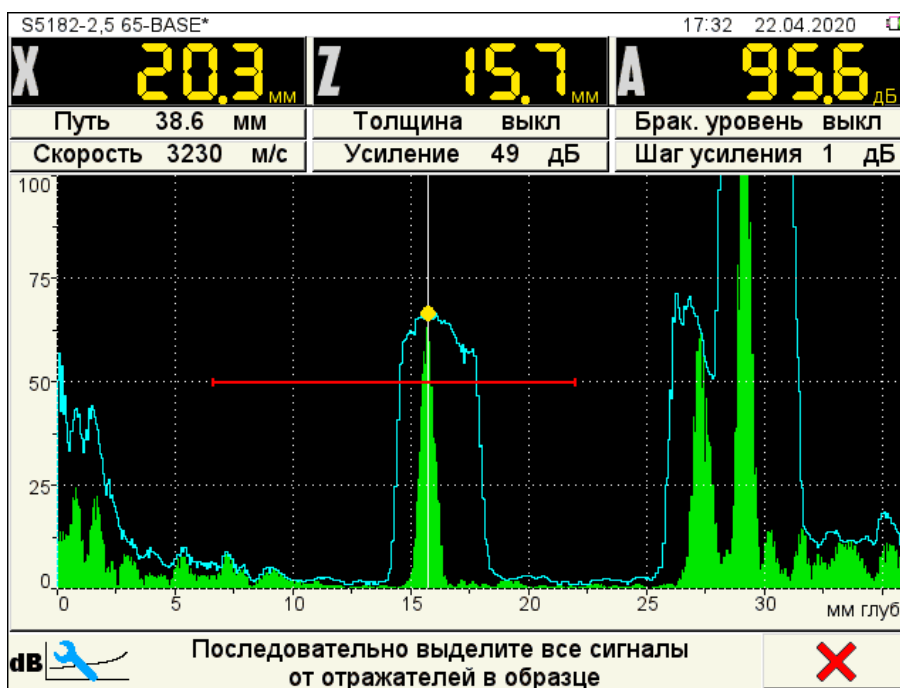

Рисунок 50
- найти максимальный сигнал от первого контрольного отражателя и отредактировать усиление и положение строба таким образом, чтобы сигнал пересекал строб и измерительный курсор измерял именно этот сигнал (рисунок 50);